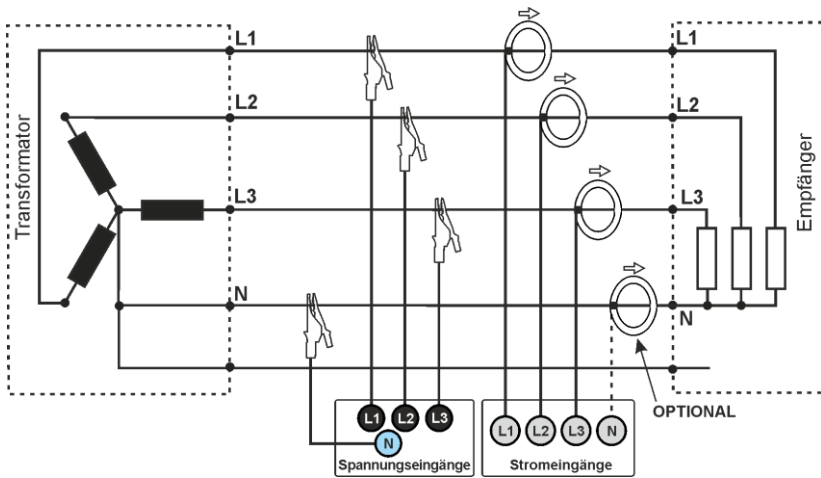
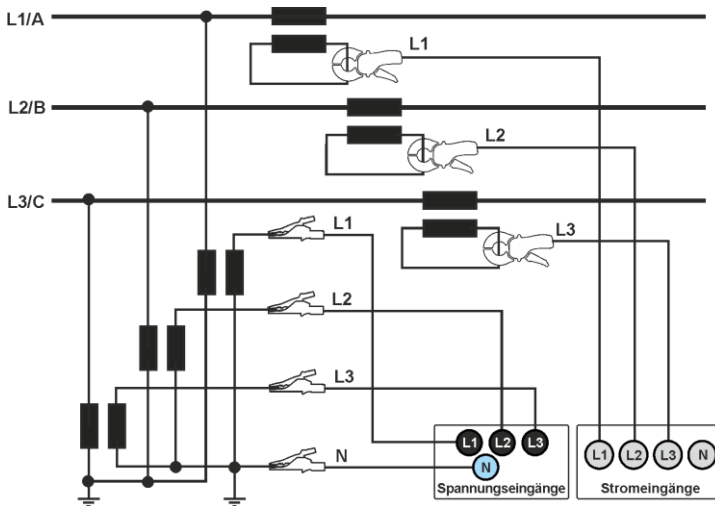

Abb. 7. Anschlussschaltbild – 3-Phasen-Stern-System mit neutraler Leitung.
Abb. 12. Anschluss Schaltbild – indirekte Messung von MS in einem 3-Phasen-Stern-System.
- 3-Phasen des Typs Stern mit neutraler Leitung (Abb. 7 , Abb. 12),